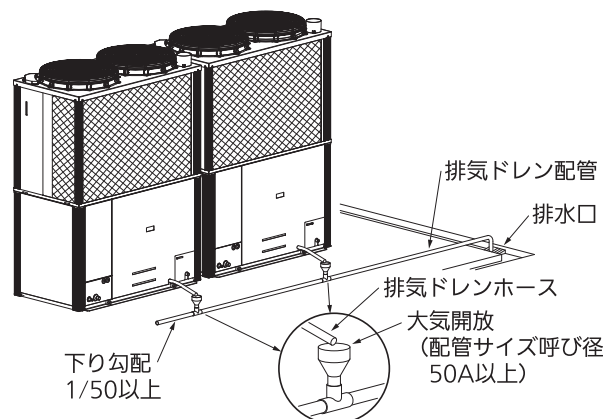

図 12：排気ドレンを排水口に接続する場合
- 室外ユニットを屋上に設置する場合、図 12 のように排気ドレンは排気ドレン配管を延長して、排水口に排出する